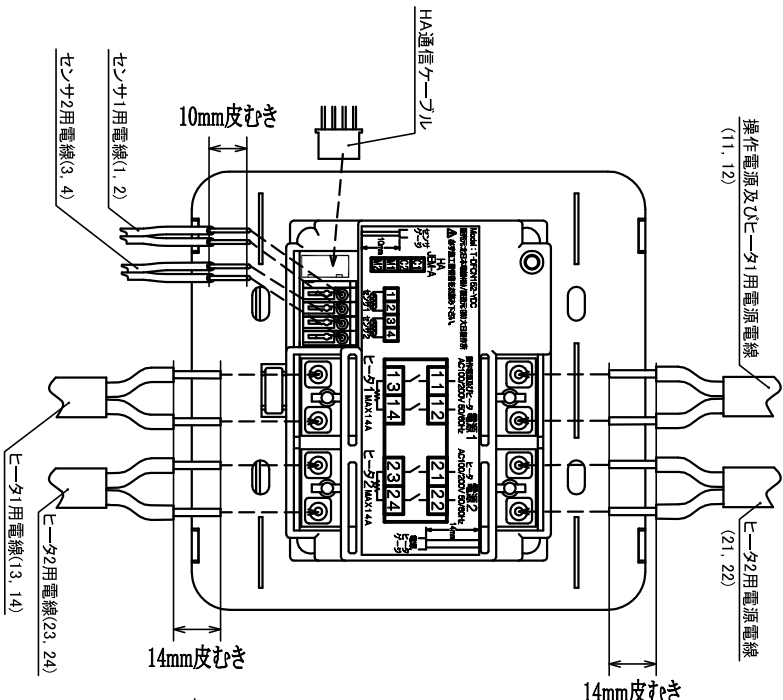
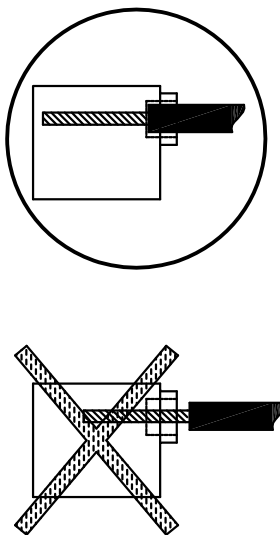

図2 配線詳細図
図3 電線差込み例
2) 下記電線をケース部に配線して下さい。(図2)
①単線φ1.6mm～2.0mmを14mm皮むきして下さい。皮むき線長14mmは厳守して下さい。ヒータ回路につき、皮むき線長が短いと接触不良、長いと他回路とのショートにより発熱し危険です。
②挿入感があるまでしっかりと奥まで差し込んで下さい。(図3)